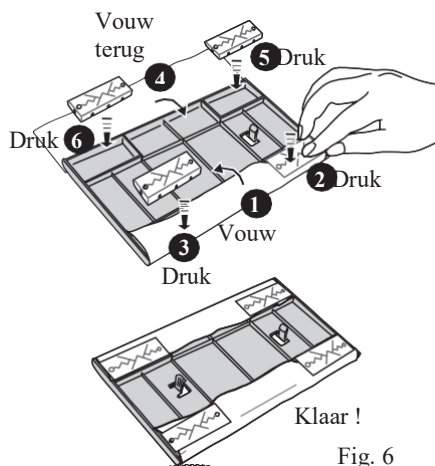

Fig. 6
3. Verwijder de 4 klemmen van de houder, vouw de zoom van de stofdoek aan twee zijden terug om de houder, en plaats de vier klemmen bovenop de doek en druk dan stevig om de doek vast te klemmen op de houder (Fig. 6).